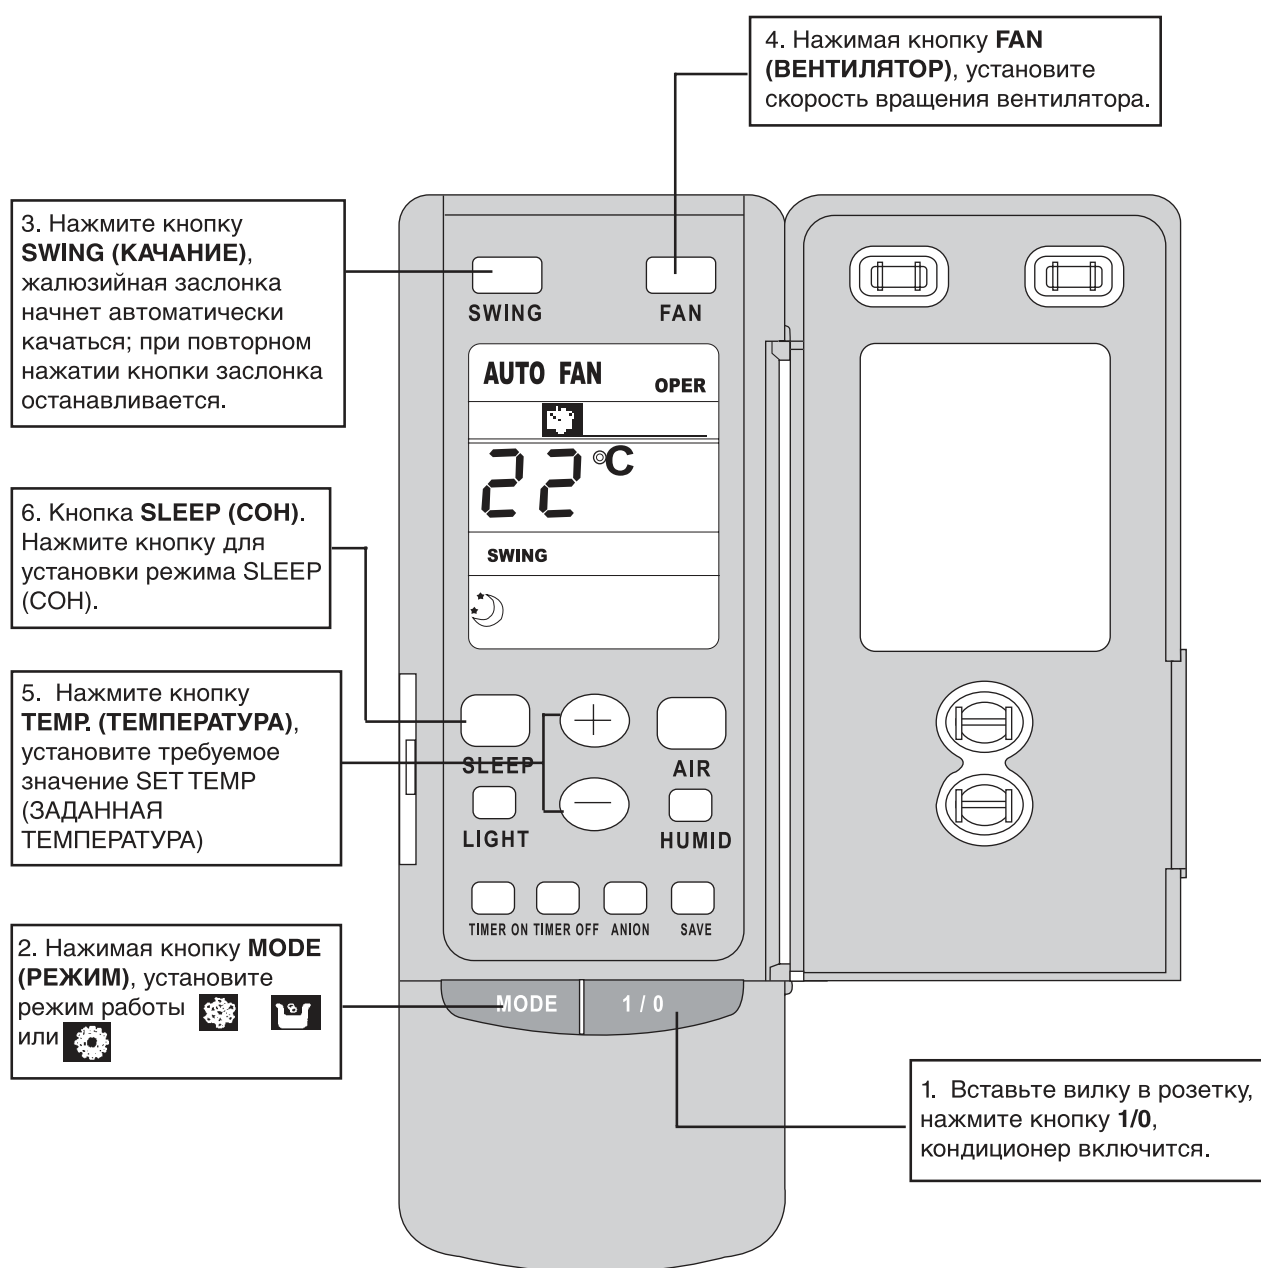

Рис. 3.8
3.1.8 Работа в режиме СОН (рис. 3.8).